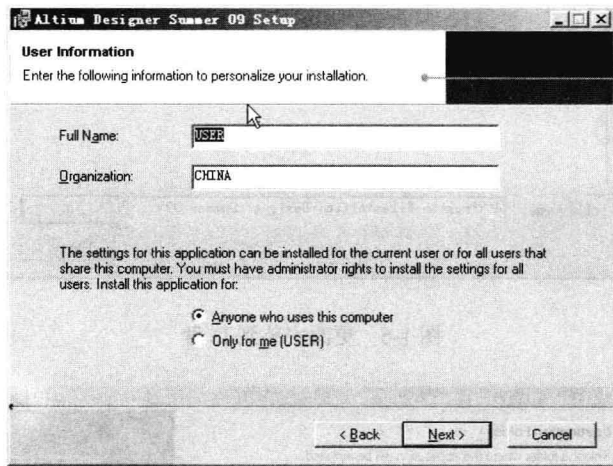

图 1-4 用户信息的窗口
(5) 单击“Next”按钮，弹出输入用户信息的窗口，可以保持默认，如图 1-4 所示。